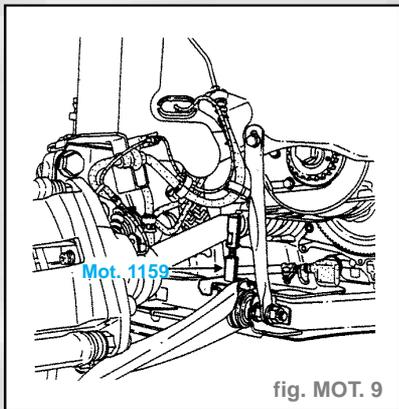

fig. MOT. 9
- Mettre en place le **Mot. 1159** (fig. MOT. 9).
- Avant la dépose du support moteur, mettre en place le **Mot. 1159** sous la pompe à huile (fig. MOT. 9).